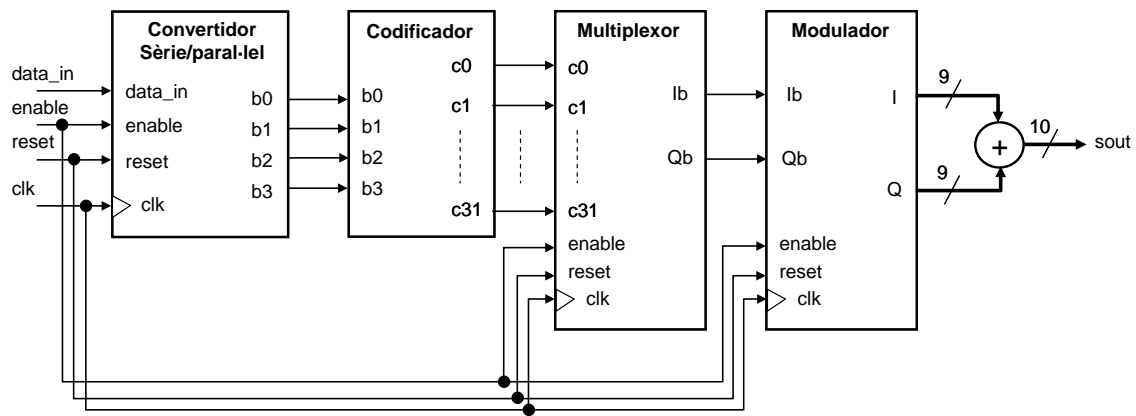

Figura 1.
Es tracta de realitzar el disseny corresponent al nivell físic de l'estàndard de comunicació sense fils IEEE 802.15.4 (Zigbee), el diagrama de blocs del qual es mostra a la figura 1.
1. Realitzar el disseny corresponent al subsistema anomenat “Convertidor sèrie/paral·lel” a la figura 1. Aquest subsistema s’encarrega de prendre una mostra situada al punt mig del període del senyal de entrada **data_in** i de proporcionar a la seva sortida un grup de quatre mostres consecutives (senyals **b0**, **b1**, **b2** i **b3**). Les mostres s’hauran de situar a la seva sortida una vegada s’hagi capturat la quarta mostra de cada grup. Per realitzar aquest disseny es poden utilitzar funcions combinacionals i seqüencials de qualsevol tipus. Els elements seqüencials hauran de tenir indicats i correctament connectats els senyals de rellotge i de reset.
El subsistema anomenat “Codificador” a la figura 1 és un element combinacional que proporciona 32 senyals de sortida (**c0** a **c31**) a partir dels quatre senyals d’entrada (**b0** a **b3**). Les funcions associades a cadascun dels senyals de sortida són les mostrades a la taula 1.